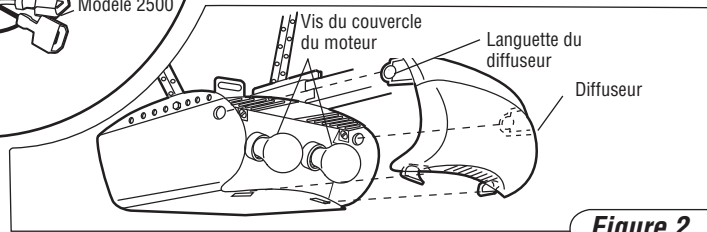

Figure 2
3. Enlever le diffuseur après avoir appuyé doucement sur les coins supérieurs du diffuseur pour dégager les languettes. Enlever les deux vis du couvercle. Glisser le couvercle vers l'avant (Figure 2).